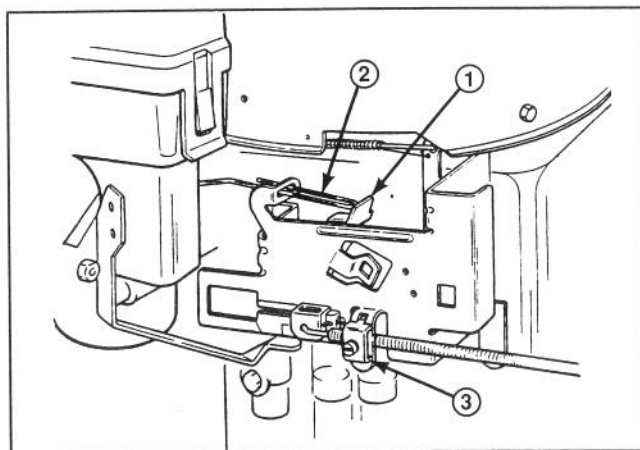

Fig. 10
- B. Allentate la vite dell'attacco del cavo (Fig. 10) e spostate la sede del cavo di comando ed il filo fin quando la leva del gas non tocchi il tirante dell'arricchitore.